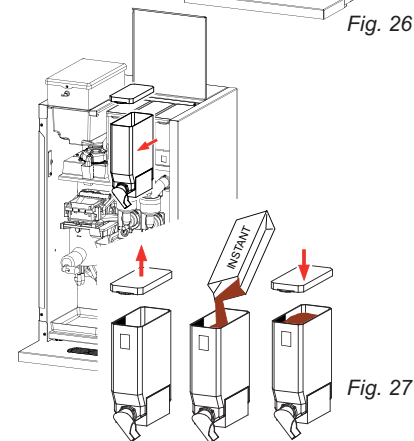

Fig. 27
1. Neem de canister(s) naar voren uit het apparaat (fig. 27).